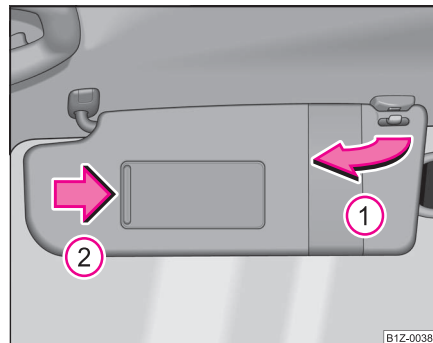

Fig. 52 Parasolarele: Rabatarea
Parasolarul conducătorului și al pasagerului din dreapta pot fi scoase din suporturi și îndreptate către uși ① ⇒ fig. 52.